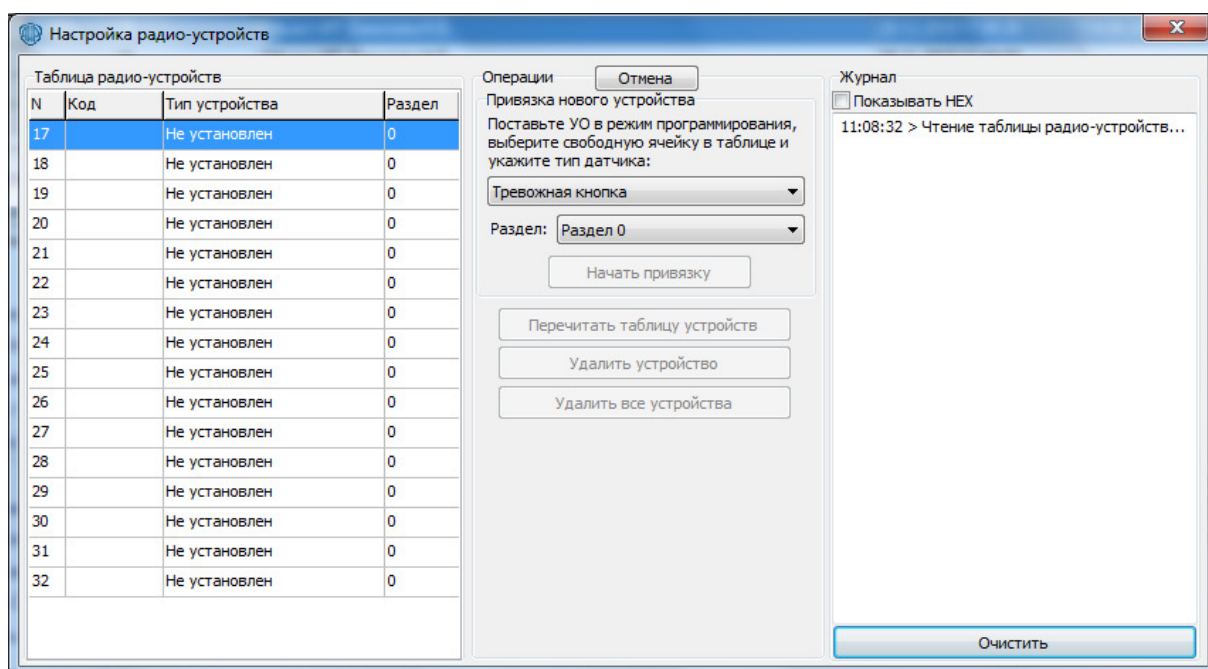

Рисунок 3. Настройка радиоустройств.
6.31. После того как выбран тип радиоустройства необходимо выполнить «привязку радиоустройств. Нажать кнопку «Настройка радиоустройств» и на открывшейся странице (см. рисунок 3) произвести «привязку» радиоустройств.